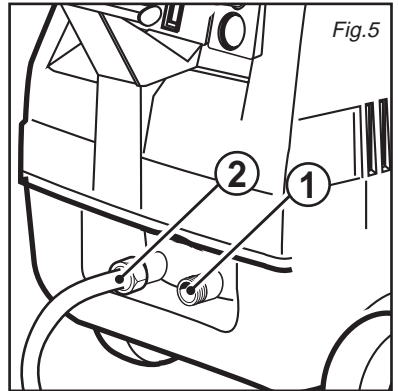

Fig.5
Conectar el tubo de entrada en la máquina (fig. 5, pos. 1) y a la red del agua (presión máx. 200 bar).
De toevoerslang op het toevoerverbindingsstuk op de machine (fig. 5, pos. 1) en op het waterleidingnet (maximale druk 200 bar). Indien geen netvoeding beschikbaar is, is het mogelijk de watervoorziening uit ongeacht welke bron met positieve druk of zonder druk te halen.